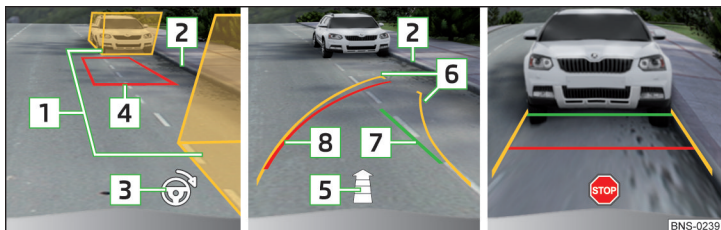

Fig. 282 Affichage à l'écran
- Arrêtez le véhicule de façon à ce qu'il n'y ait aucun obstacle dans les espaces entre les champs d'aide **1** » fig. 282 et à ce que le champ arrière ne s'étende pas au-delà de la limite latérale de l'espace de stationnement (par ex. bordure) **2**.